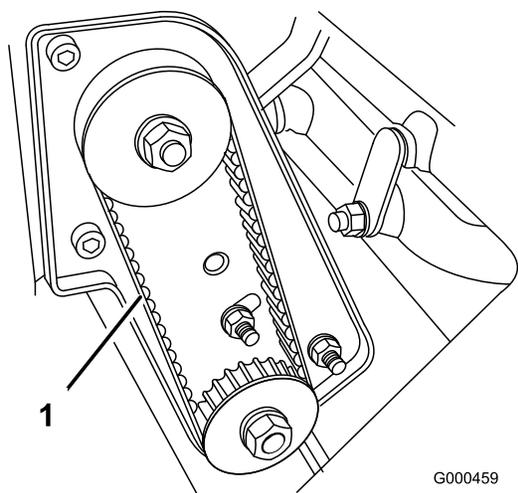

図 41
2. プーリ間の中央でベルト (図 41) を指で押して点検する。押す力は 1.8 ± 0.5 kg 程度。4.8~7.9 mm 程度のたわみが出るのが適正である。たわみの量が適正でない場合は以下の手順へ進む。